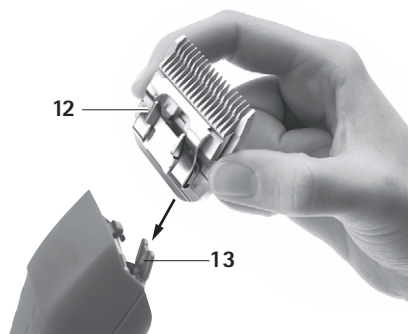

Fig. 2
- Inserire la testa di tosatura 12 sulla cerniera delle lame 13 aperta, vedere Fig. 2.
- Spingere leggermente la testa di tosatura 12 nella direzione della tosatrice FAV5 CL/Fortis, vedere Fig. 2.